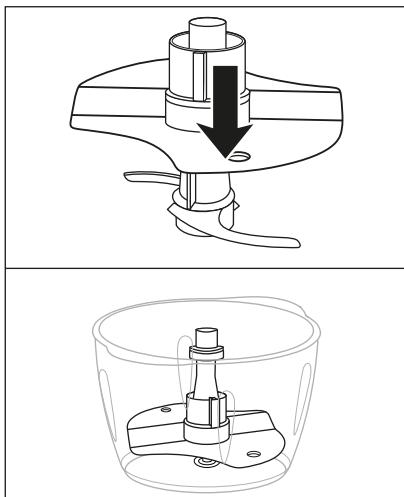

Fig. 1
- 1) Posez le bol ⑨ sur l'anneau antidérapant ⑪.
- 2) Poussez le disque émulsionneur ⑫ sur le porte-lame ⑦ :
- Pour fouetter 200-400 ml de crème, montez le disque émulsionneur ⑫ sur le porte-lame ⑦ de sorte que le disque émulsionneur ⑫ repose sur les deux parties de la lame ⑧ et s'encrante (fig. 1) :